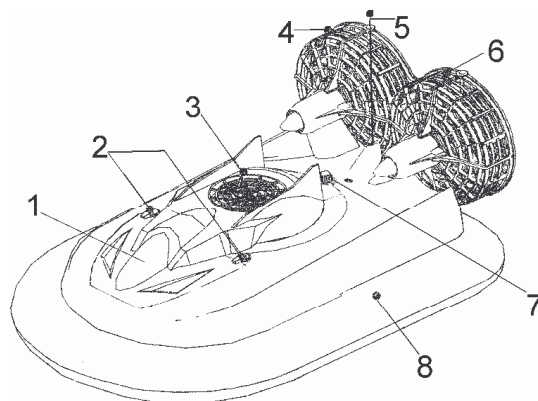

Abb. 1
1. Coloque el **TRC5** en tierra y actívelo girando el interruptor ON/OFF (fig.1 #7). El rotor empieza a funcionar y el cojín de aire se hincha.
1. Stellen Sie das **TRC5** auf den Boden und schalten Sie es mit dem EIN/AUS-Schalter (Abb.1 #7). Das Axialgebläse wird aktiviert und das Luftkissen wird aufgeblasen werden.